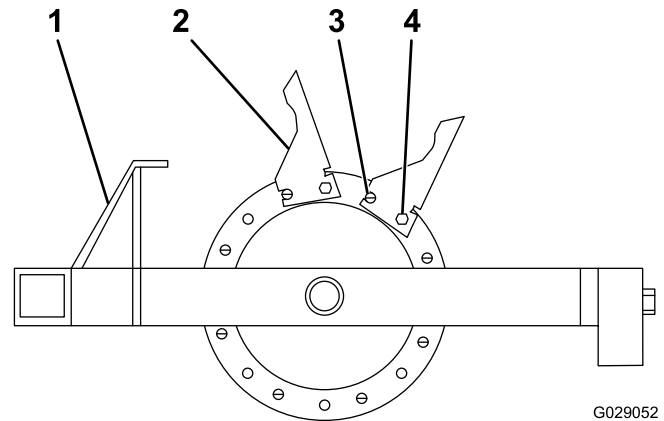

Figure 20
1. Commencez par la roue en fonte extérieure et montez les louchets comme montré à la Figure 20.
2. Montez les 8 louchets sur la roue en fonte à l'aide d'une goupille cylindrique et de boulons (1/2" x 1 3/4") en prenant soin de placer la goupille cylindrique dans le trou avant (Figure 20).